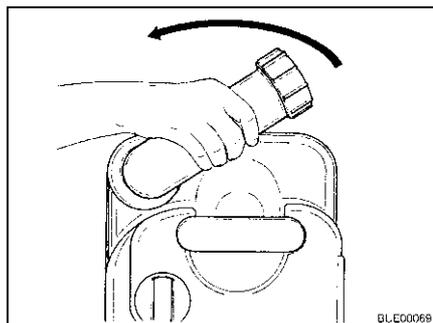

Fig. 254 Girar el tubo de vaciado
- Girar hacia arriba el tubo de vaciado (Fig. 254).